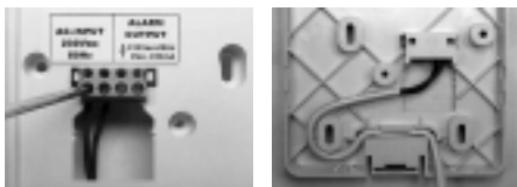

Figura 4. Ligações da cablagem eléctrica.
O detector deve ser ligado directamente e de forma permanente à rede eléctrica de 230V conectando o cabo de rede no borne de ligação situado no suporte, nos **2 pólos do lado esquerdo do conector** marcados com “AC-INPUT 230V” (Ver Figura 4), deixando os 2 restantes marcados como “ALARM OUTPUT” para a ligação de uma válvula de corte a 230V.
- 1.- Ligue o cabo de alimentação fornecido no borne de ligação. (Ver Figura 4)**